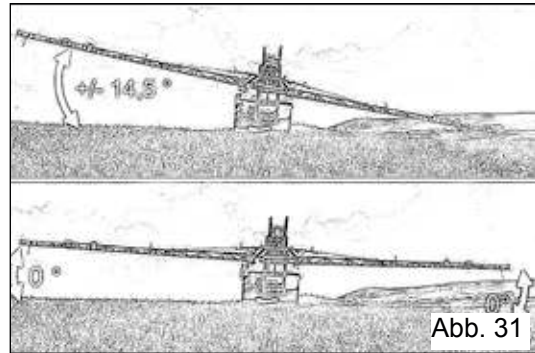

Abb. 31
1. Mit An- oder Abstieg auf dem Feld arbeiten (Abb. 31).